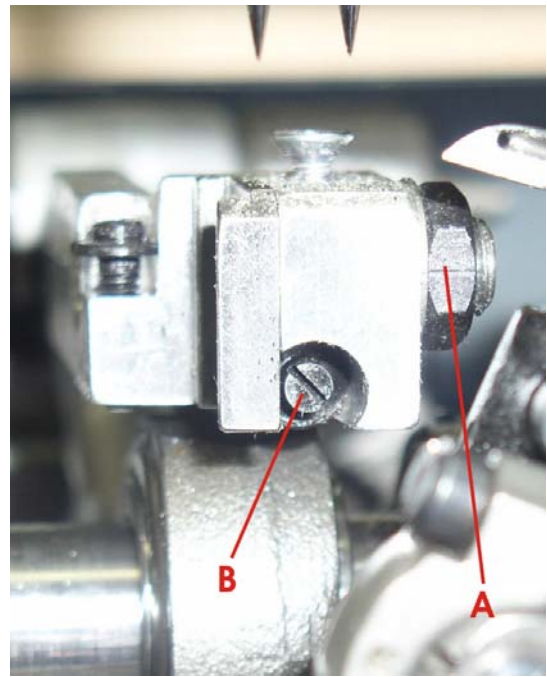

Fig. 10
Parallel adjustment can be made by loosening nut (A, Fig. 10) and turning screw (B) clockwise to lower front of feed dog, counterclockwise acts the reverse. When properly set, retighten nut (A).
Zur parallelen Einstellung lösen Sie die Mutter (A, Fig. 10) und drehen die Schraube (B) im Uhrzeigersinn um den vorderen Teil des Transporteurs tiefer zu stellen, drehen im Gegenuhrzeigersinn bewirkt das Gegenteil. Wenn richtig eingestellt, ziehen Sie die Mutter (A) wieder an.